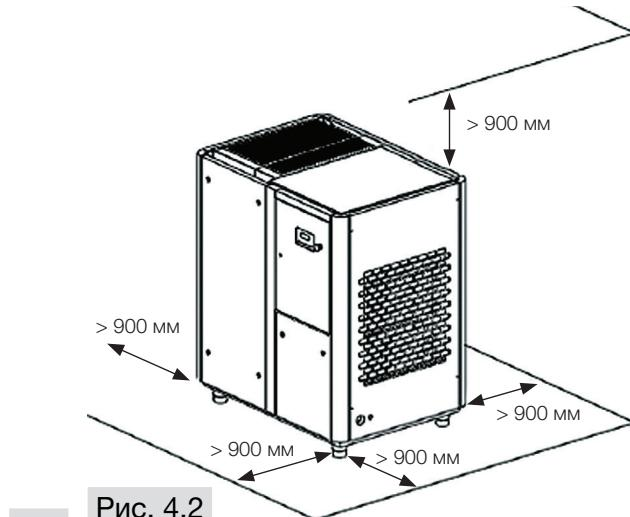

Рис. 4.2
- 4. Необходимо обеспечить расстояние минимум 900 мм вокруг компрессора и над системой вентиляции для проведения технического обслуживания (Рис. 4.2).